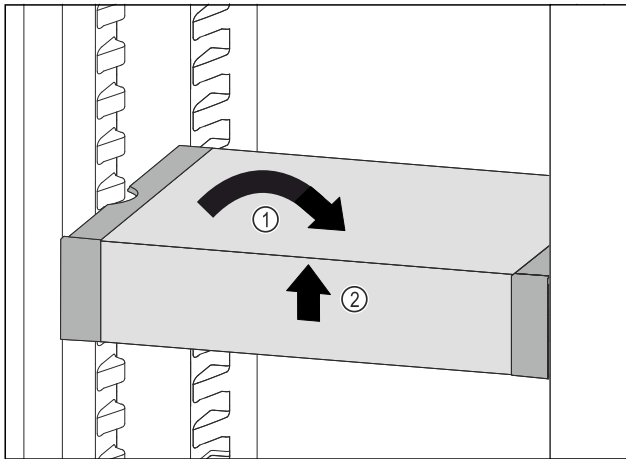

Fig. 115
- ▶ VarioSafe ustawić prosto. Fig. 115 (1)
- ▶ VarioSafe unieść z przodu. Fig. 115 (2)